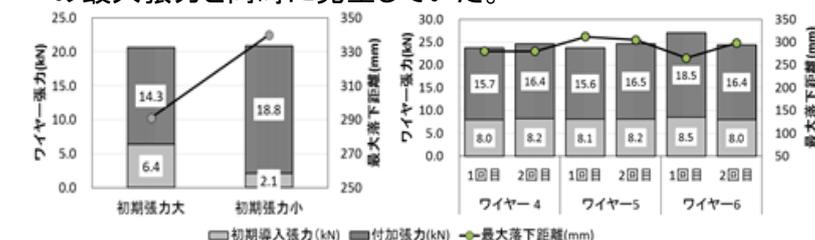

図4 窓枠1及び3ピース落下実験結果
- 施工時のワイヤーへの初期張力導入は、落下距離制限を考慮し、ワイヤー破断強度の10%程度(7~8 kN)とした(図4)。
- 落下防止ワイヤーの破断強度(72.3 kN)は、実大実験で得られたワイヤー最大張力の約3.4倍の安全率を有していた(図4)。